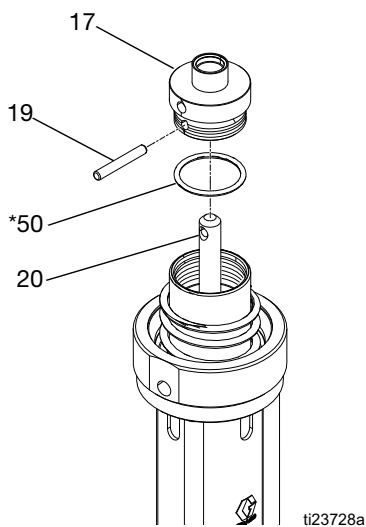

FIG. 14
- Avlägsna dymling (19) och ta av kolvlocket (17) från överföringsaxeln (20). Avlägsna o-ring (50*) från kolvlocket. Kontrollera alla delar och se efter om de är skadade. Se FIG. 14.